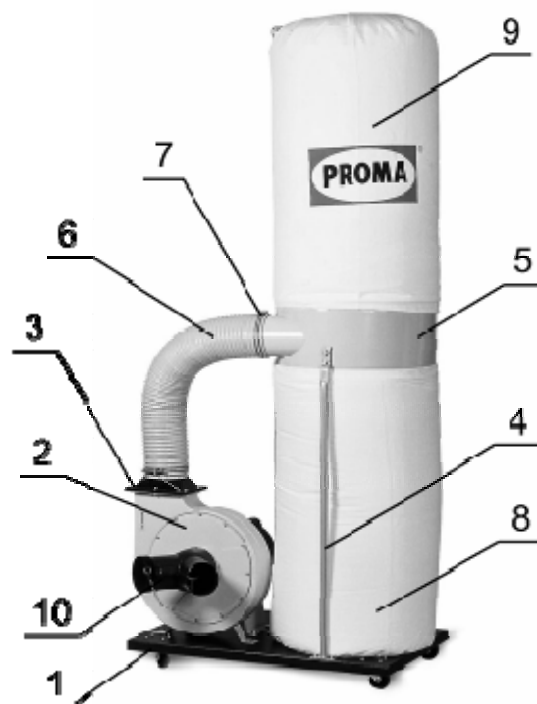

Рисунок 2.
На основании установлен вентилятор 2 с электродвигателем. Вентилятор имеет входной 10 и выходной 3 патрубки. Входной патрубок имеет два рукава, что позволяет подключать к пылесосу одновременно два станка. Выходной патрубок через шланг 6 соединен с корпусной частью пылесоса 5, которая крепится к основанию с помощью стоек 4. На корпусной части пылесоса с помощью хомутов крепятся фильтрующий мешок 9, поддерживаемый стойкой, и мешок для стружки и пыли 8. Пылесос оборудован электрическим блоком управления, которые находятся на корпусе электродвигателя (рис. 2.).
9. Установите и закрепите винтом входной патрубков на корпусе вентилятора (10 рис. 2.).